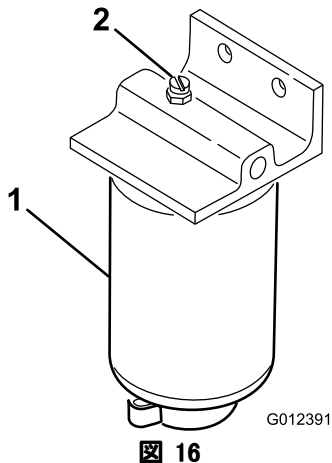

図 16
3. 燃料フィルタ・水セパレータ (図 16) のエア抜きプラグを開ける。